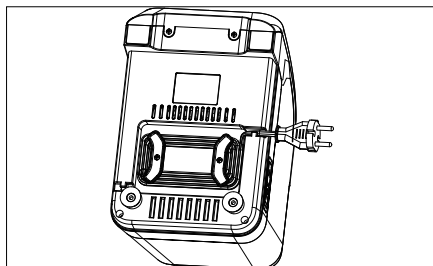

Fig. 22
- ▶ Vikl kablet omkring kabelholderen (6) på undersiden af maskinen, som vist i fig. 22, og før enden af kablet gennem kabelgennemgangen i siden (5).